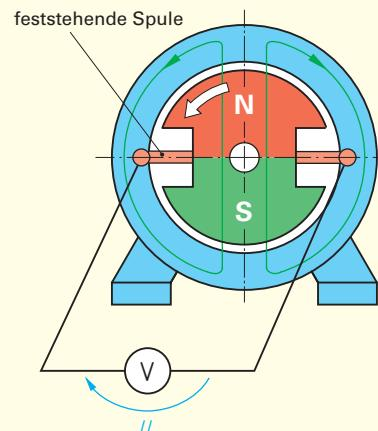

Bild 1: Generatorprinzip
1. Das Prinzip eines Generators im Querschnitt zeigt **Bild 1**. Erklären Sie die Wirkungsweise des Generators.